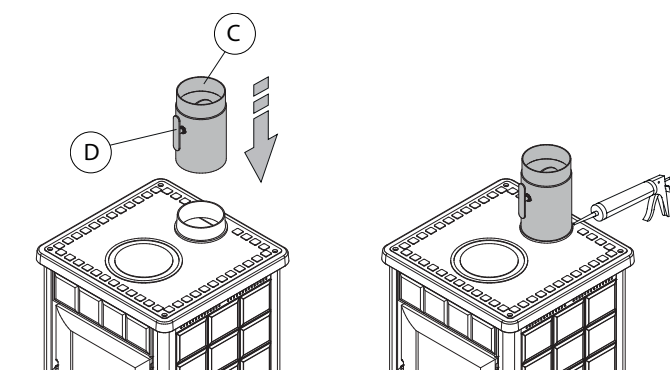

Abb. 6.2d
- das Rauchabzugsventilrohr (**C**) so installieren, dass der Einstellhebel (**D**) nach vorn zeigt; das Rohr am gusseisernen Kragen mit hitzebeständigem Silikon versiegeln (**Abb. 6.2d**).